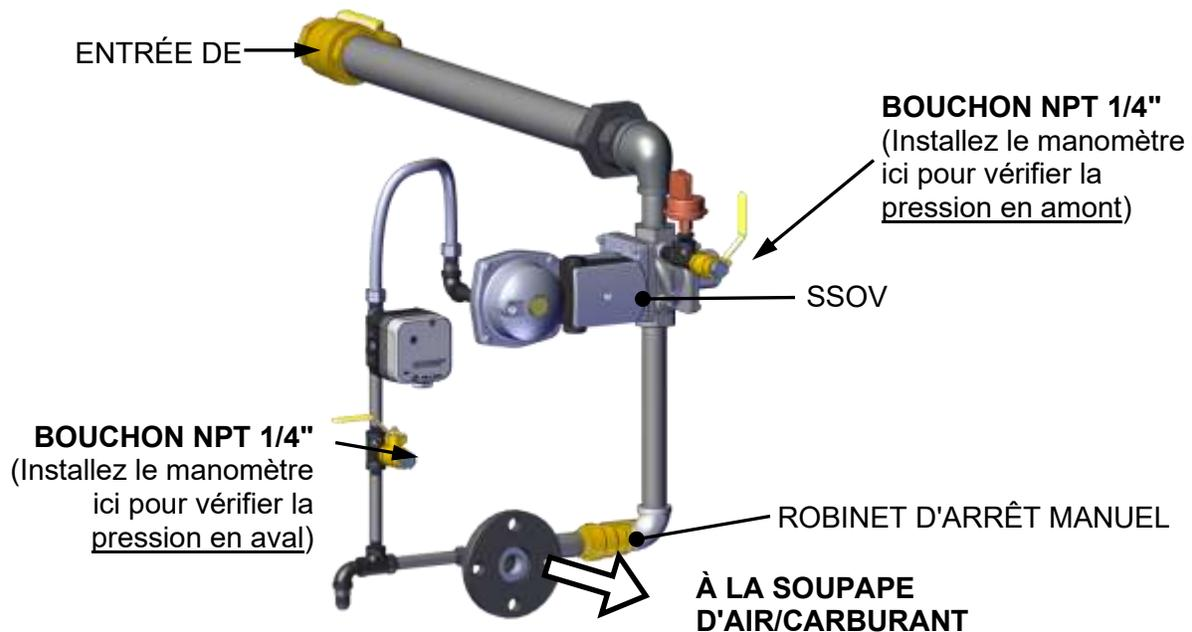

Figure 4.2.2 : Emplacement de la bougie d'essence de 1/4 de pouce (train de gaz INN 600N à DCI 1060N illustré)
3. Retirer le bouchon de tuyau NPT de 1/4 de pouce du robinet à boisseau sphérique de détection de fuite du côté amont du robinet d'arrêt de sécurité (voir la figure 4.2.2).